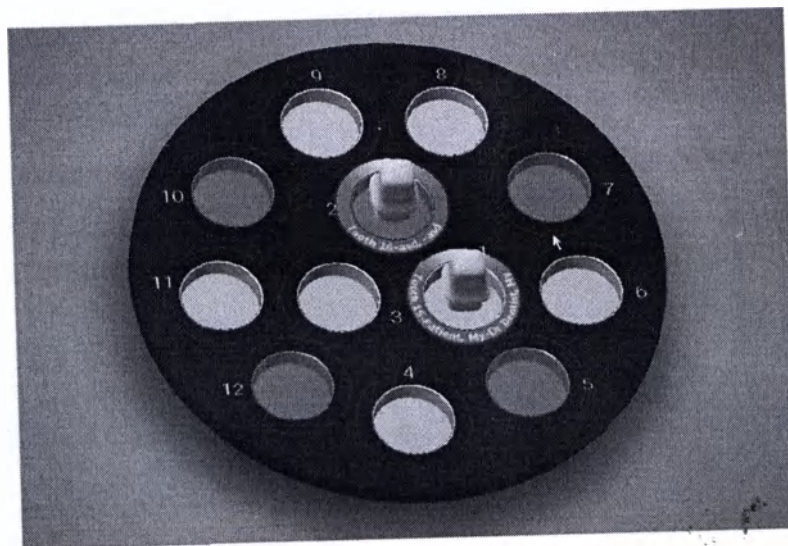

Рис.8
3. Назначьте штапик на держателе штапиковом (рисунок 8) :